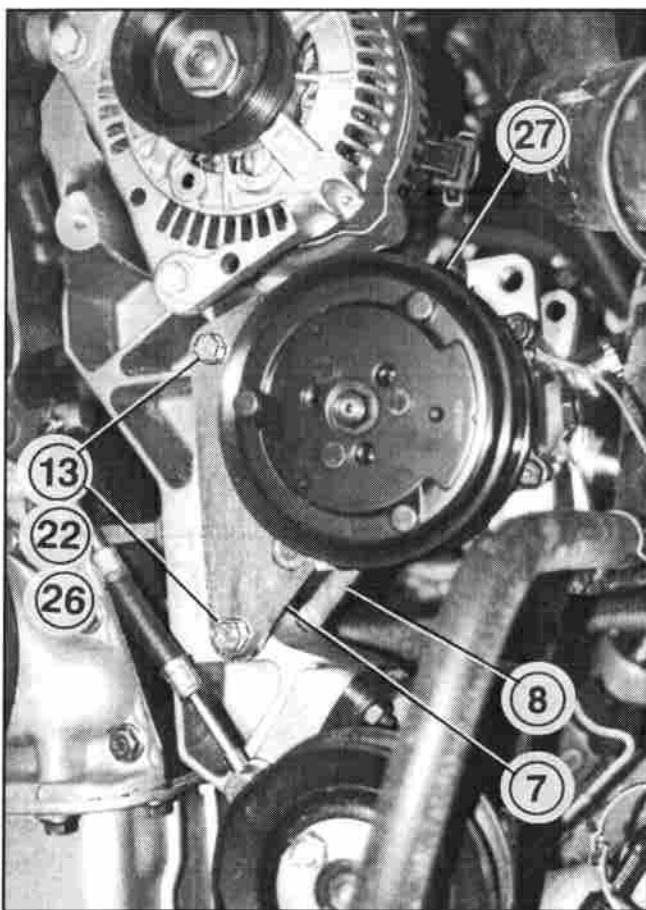

FIG. 8
**Attenzione:** Non bloccare a fondo le viti di fissaggio delle staffe. Il bloccaggio definitivo va effettuato dopo aver montato il compressore sul blocco motore (vedi fig. 8).
**Attention:** Ne serrez pas les vis de fixation des supports. La fixation doit être effectuée après avoir posé le compresseur sur le bloc moteur (voir fig. 8).
**Caution:** Do not tighten the supports fixing screws. Tighten them after having fitted the compressor on the cylinder block (see fig. 8).
**Achtung:** Die Befestigungsschrauben der Bügel noch nicht festschrauben. Die Blockierung wird erst ausgeführt, nachdem der Kompressor auf den Motor eingebaut wurde (siehe Abbildung 8).